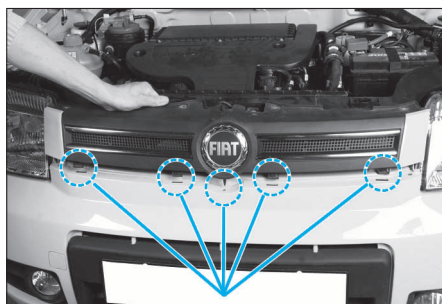

FIG. 2
- Extraire la calandre des pions de centrage comme illustré (Fig.2).